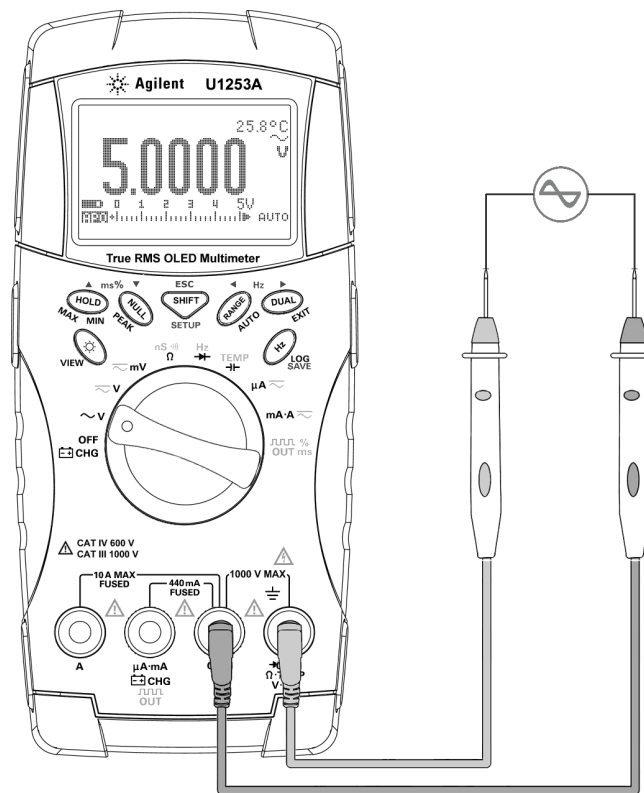

Figura 2-1 Medición de tensión de CA
- 3 Conecte los cables de prueba rojo y negro a las terminales de entrada **V.mV (rojo)** y **COM (negro)** respectivamente (consulte la Figura 2-1 en la página 31).